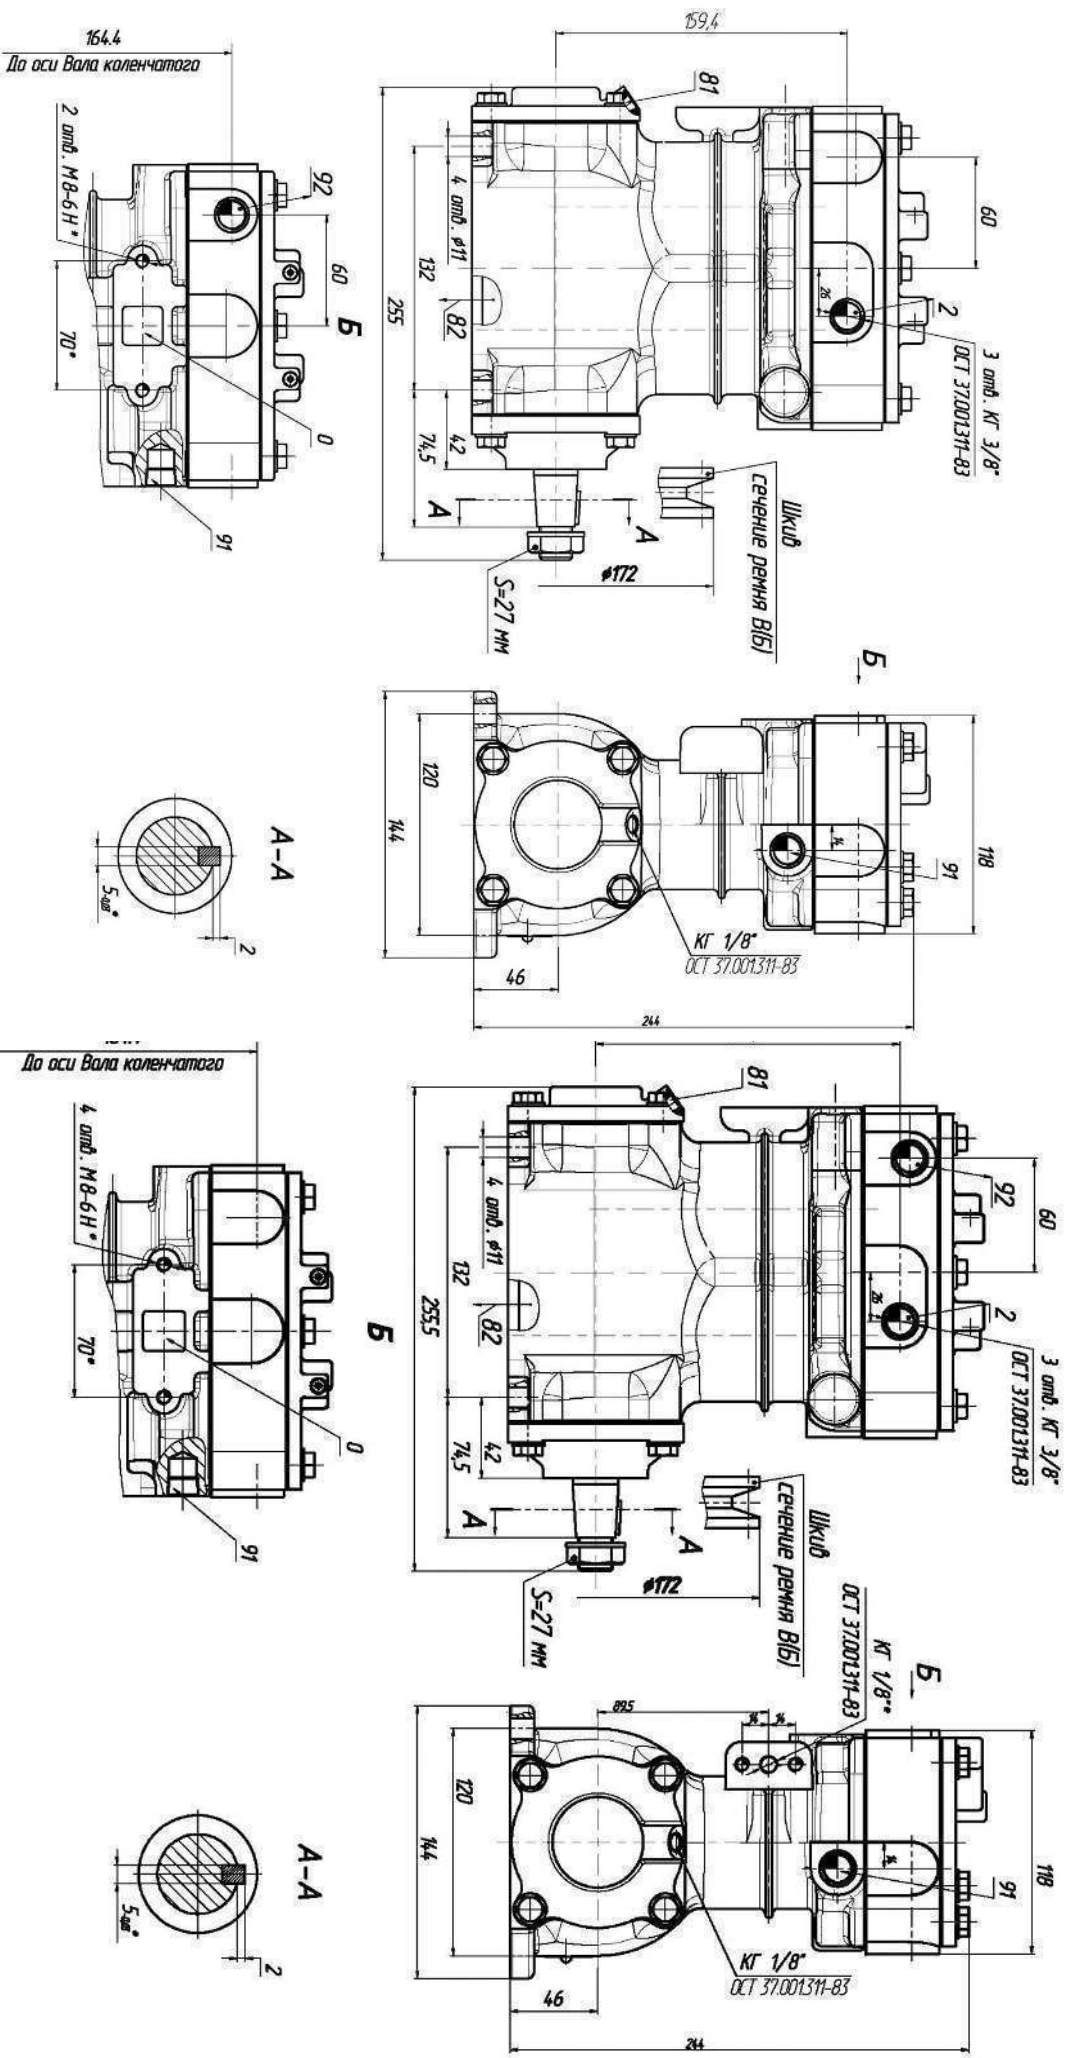

Рисунок 1. Присоединительные и установочные размеры компрессора
- если регулятор давления установлен на раме автомобиля, то соединительная трубка герметизируется штуцером и отверстием КГ1/8", расположенным на площадке бобышки поз.28 на Рис.1).